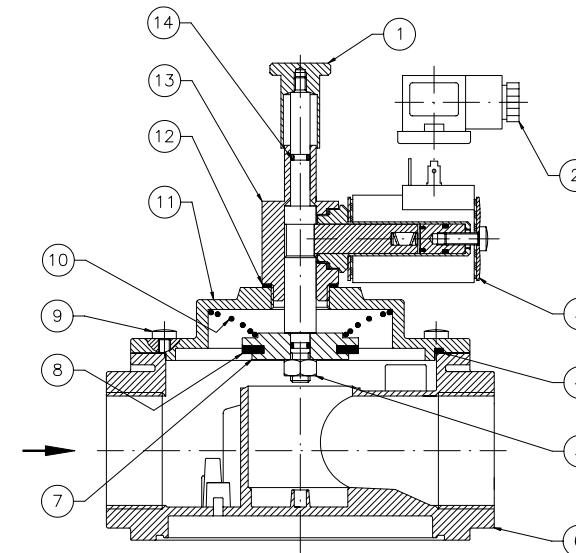

Fig. 1 Componenti elettrovalvola 500 mbar con attacchi DN 15 (1/2) .. DN 50 (2) DN 15 (1/2) .. DN 50 (2) 500 mbar connections electro-valve components
L'EVG -A- ---- (Fig. 1, 2, 3 et 4) est une électrovanne au fonctionnement très simple et extrêmement sûre. La bobine électromagnétique, si sous tension, déclenche le dispositif de fermeture de la vanne qui est normalement ouverte. Le réarmement est manuel pour vérifier les causes de la coupure du gaz. Durant le fonctionnement normal, il n'y a pas de consommation électrique et outre à l'économie d'énergie, aucun organe n'est soumis à l'usure ce qui évite de cette façon des éventuelles vibrations.
- Avec attaches DN 15 (1/2") .. DN 150 (Fig. 1 et 4) tirer vers le haut l'écrou de réarmement (1) jusqu'à l'enclenchement.
- Avec attaches DN 15 (1/2") .. DN 50 (2") cuivre (Fig. 1) Dévisser le bloc en cuivre (13) du corps de la vanne (6), contrôler l'obturateur (7) en vérifiant les éventuelles anomalies et si nécessaire remplacer l'organe de tenue en caoutchouc (8). Procéder au montage en faisant l'opération de démontage dans le sens inverse en remplaçant dans tous les cas, la rondelle en aluminium située entre le bloc cuivre et le corps de la vanne.
- Avec attaches DN 20 .. DN 150 aluminium et DN 25 cuivre (Fig. 1 et 4) Retirer le couvercle (11) en dévissant les vis de fixation (9), contrôler l'obturateur (7), en vérifiant les éventuelles anomalies et si nécessaire remplacer l'organe de tenue en caoutchouc (8) et procéder au montage en faisant l'opération de démontage dans le sens inverse.
- **Con attacchi DN 15 (1/2") .. DN 50 (2") ottone (Fig. 1)** svitare il blocco ottone (13) dal corpo valvola (6), controllare l'otturatore (7) verificandone eventuali anomalie e se necessario sostituire l'organo di tenuta in gomma (8). Procedere quindi al montaggio facendo a ritroso l'operazione di smontaggio, sostituendo in ogni caso la rondella in alluminio situata fra blocco ottone ed il corpo valvola.